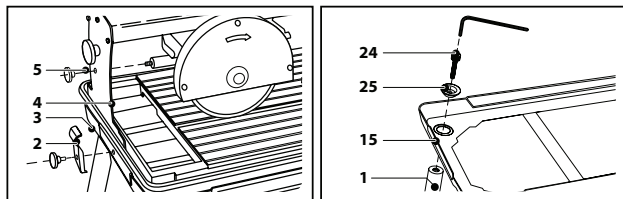

Рис. 2
1. Извлеките фиксатор двигателя, для чего - освободите каретку двигателя, выкрутив винт (5) из направляющей. (Рис. 2);
2. Установите (при необходимости) опоры в предназначенные отверстия основания (15) (Рис. 2).